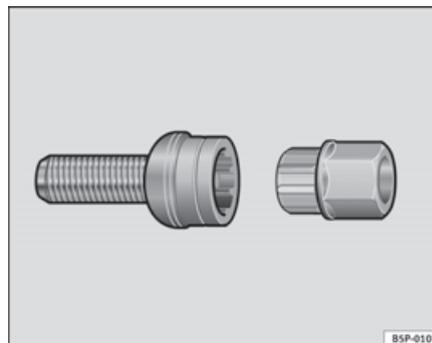

Fig. 146 Boulons de roue antivol
- Introduisez l'adaptateur au maximum dans le boulon antivol de la roue ⇒ fig. 146.